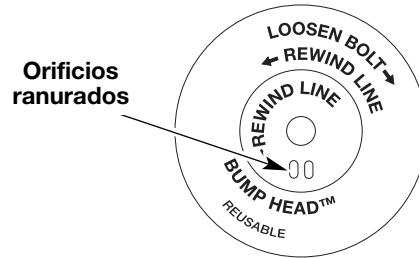

Fig. 14
5. Verifique el desgaste de los dientes de posición del carrete interior y bobina exterior (Fig. 14). Si es necesario, saque la rebaba o cambie el carrete y la bobina.
6. Tome aproximadamente 3 m (10 pies) de nueva línea de corte. Inserte un extremo de la línea a través de uno de los orificios del carrete interior (Fig. 14). Pase la línea a través del carrete interior hasta que queden sólo 4 pulgadas fuera.